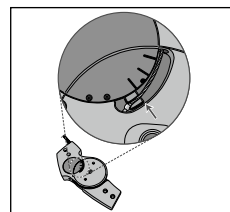

Fig. 5
3. Efter fjernelse af dækpladen kontrolleres det, om den øvre side af løftestangarmen (som holder satellitkablet) er parallel med den nederste af de tre markeringer på funktionsenheden (se fig. 5).
12. Kontroller igen den korrekte position (Mode 3) af løftearmen i leddets funktionsenhed (**se fig. 5**).